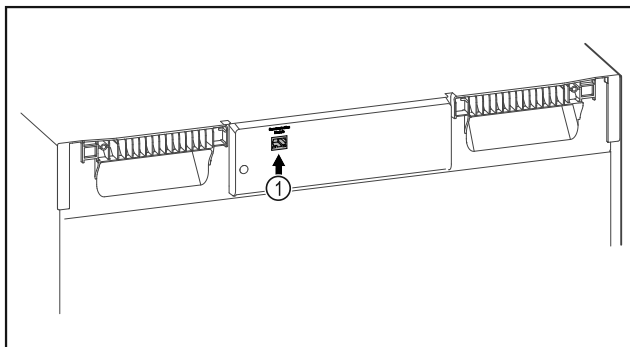

Fig. 79
- ☐ SmartModule Fig. 79 (1) установлен.